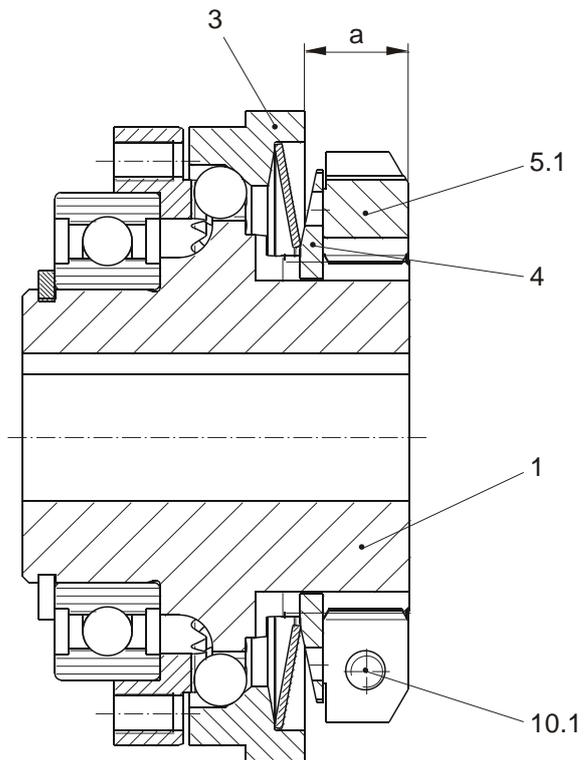

Fig. 12
L'application des rondelles Belleville dans leur plage de fonctionnement (fig. 9, page 14) peut être contrôlée à l'aide de la cote « a » (distance entre la face frontale de l'écrou de réglage (5.1) et de la pièce de commande (3), comme illustré à la fig. 12).